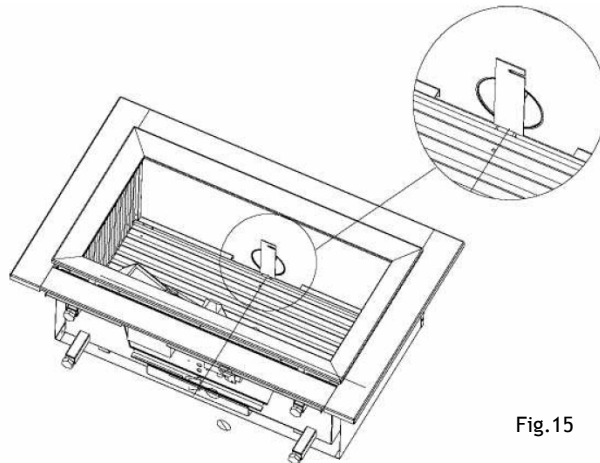

Fig.15
- 3) Plaats de juiste stuw in de verbrandingskamer (zie fig. 15). Voor de berekening hiervan zie hoofdstuk 3.